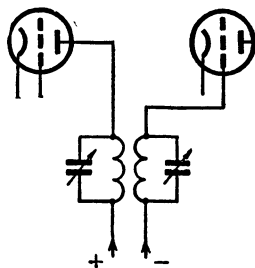

Рис. 53. Трансформатор связи высокой частоты с двумя настроенными обмотками.
**Л.** — Конечно. Нужно, чтобы решение задачи повышения избирательности, начатое в настроенном контуре антенны, было продолжено системой контуров связи в усилителе высокой частоты. Мы используем избирательные трансформаторы, настраивая одну (рис. 52) или даже обе (рис. 53) обмотки. Такие трансформаторы пропускают ток только той частоты, на которую они настроены, исключая любую другую.